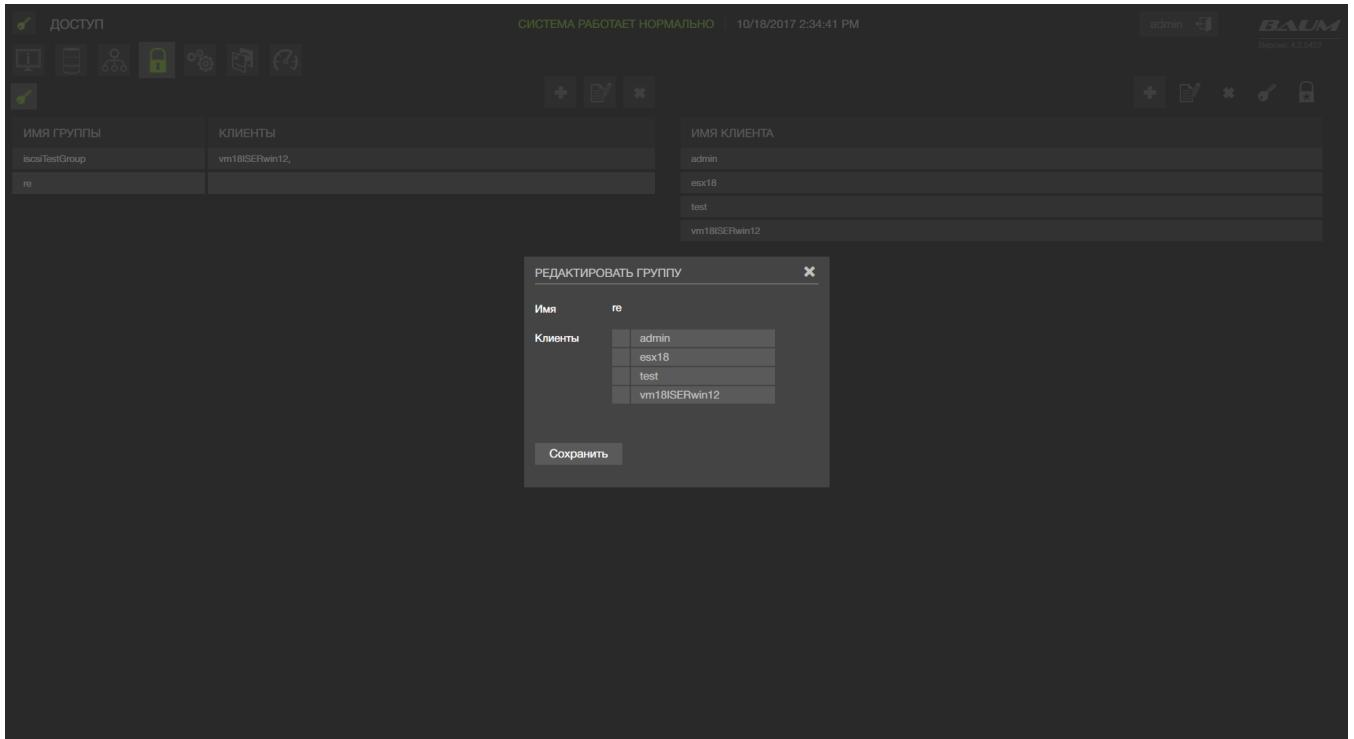

Рисунок 79 – Добавление клиентов в группу
- 3) Нажать на кнопку «Редактировать группу» (см. Рисунок 79)